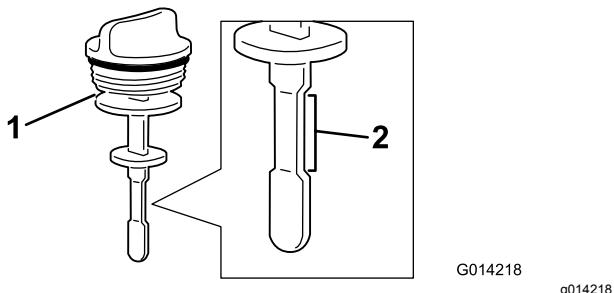

Bild 90
4. Nehmen Sie den Peilstab aus dem Füllstutzen und prüfen Sie den Ölstand (Bild 90).